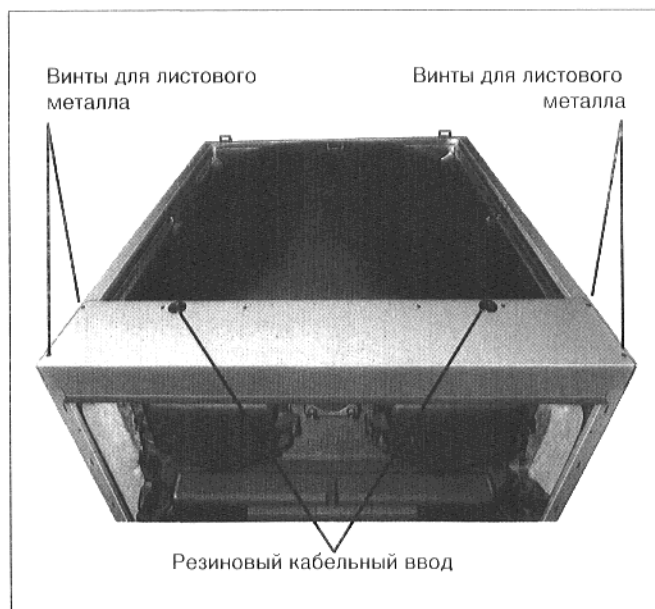

Рис. 44
- Привинтить передний кожух (рис. 44) четырьмя винтами для листового металла к боковым стенкам.
- Надрезать в центре резиновые кабельные вводы крест-накрест и продеть через них провод (провода) горелки (рис. 44).